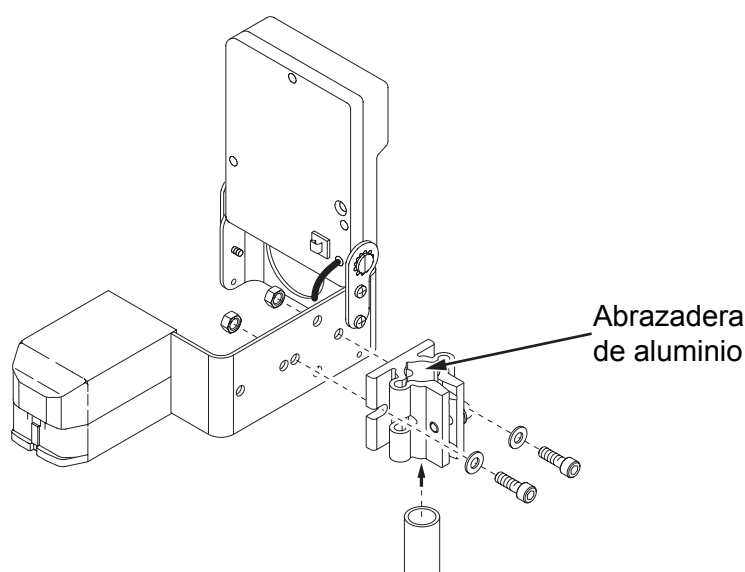

Figura 3-5: Estructura del montaje del controlador de la impresora
- 1 Sujete la abrazadera de aluminio a la estructura del montaje del controlador de la impresora utilizando los dos tornillos y las dos tuercas. Consulte la Figura 3-5 en la página 3-5.